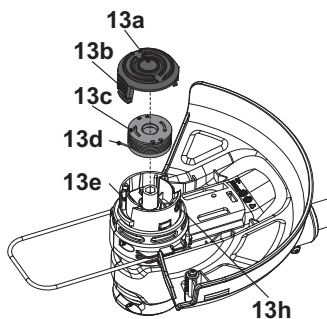

Fig. 26
3. Retirez la bobine (13c) du boîtier (13e) (Fig. 26).